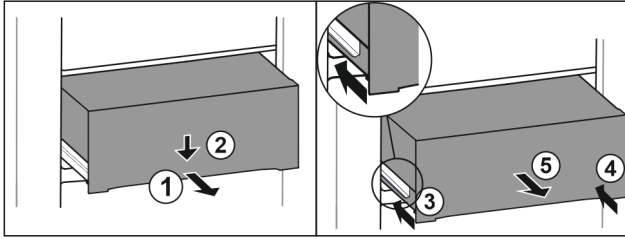

Fig. 216
- ▶ Вытяните выдвижной ящик наполовину. Fig. 216 (1)
- ▶ Вдавите выдвижной ящик в передней части вниз. Fig. 216 (2)
- ▶ Задвиньте левую направляющую прим. на 2 см. Fig. 216 (3)
- ▶ Задвиньте правую направляющую прим. на 2 см. Fig. 216 (4)
- ▶ Извлеките выдвижной ящик движением вперед. Fig. 216 (5)